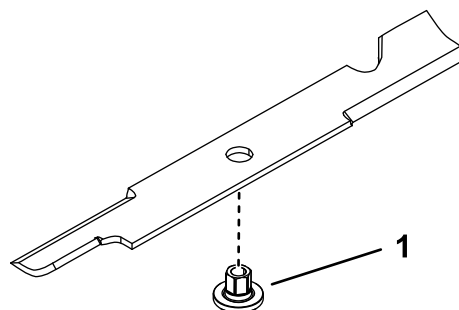

Figura 97
- Instale el casquillo a través de la cuchilla con la brida del casquillo en el lado inferior (lado del césped) de la cuchilla (Figura 97).